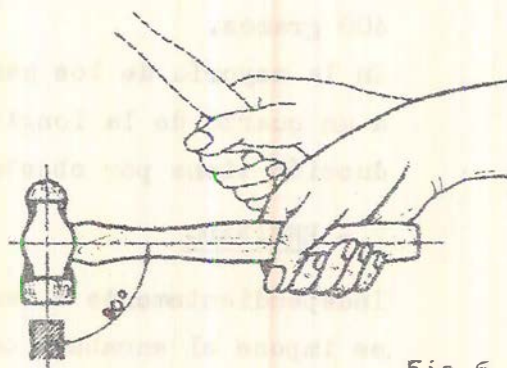

Fig. 6
- Colpeteos: Son golpes suaves que se dan con el movimiento de la muñeca casi en su totalidad. Se emplean para el punteado, etc. (Fig. 6).